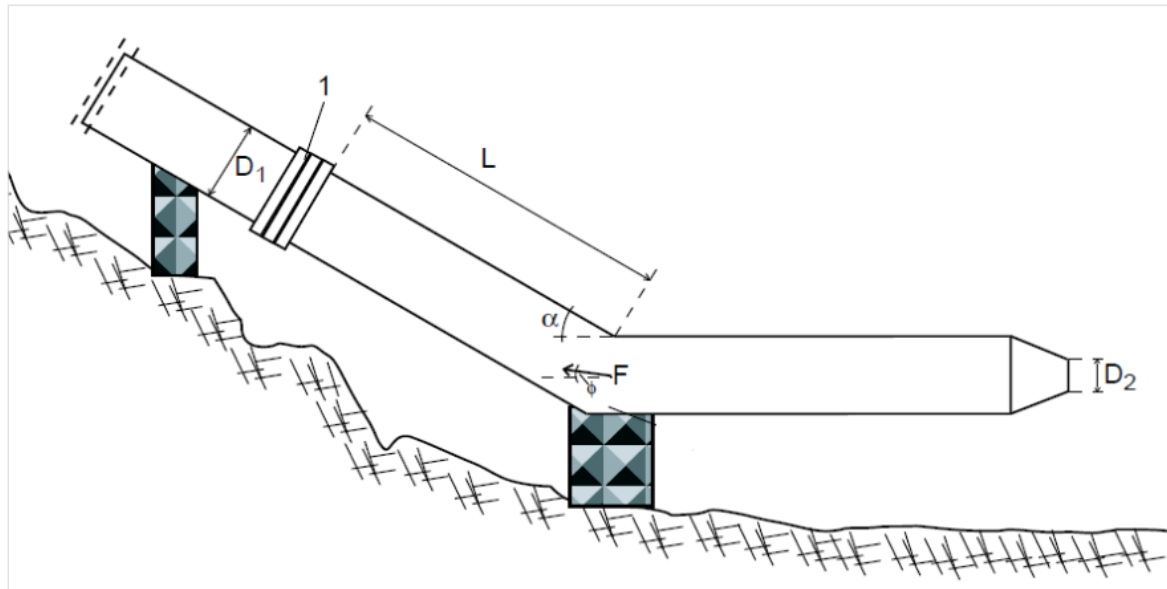

Fig. 4: Jato livre para turbina
4. (30 P) Uma tubulação ($D_1 = 0,8\text{m}$) de um reservatório chega na casa de força de uma hidrelétrica para alimentar uma turbina de jato livre ($D_2 = 0,2\text{m}$). O tubo com o bocal está fixado no fundamento alguns metros antes do bocal. Na seção 1 foi colocada uma peça de amortecimento que não passa forças nem momentos (veja Fig. 4). A pressão na seção é $p_1 = 5,16 \text{ kPa}$ e a vazão $Q = 4 \text{ m}^3/\text{s}$. O volume interno do tubo com bocal (da seção 1 a curva) é $V = 15,3 \text{ m}^3$. A distância entre a seção 1 e a curva é $L = 20 \text{ m}$. O ângulo da curva é $\alpha = 30^\circ$. Todas as perdas de energia podem ser desconsideradas.
- Desenha a linha de energia e a linha piezométrica esquematicamente na Fig. 4.